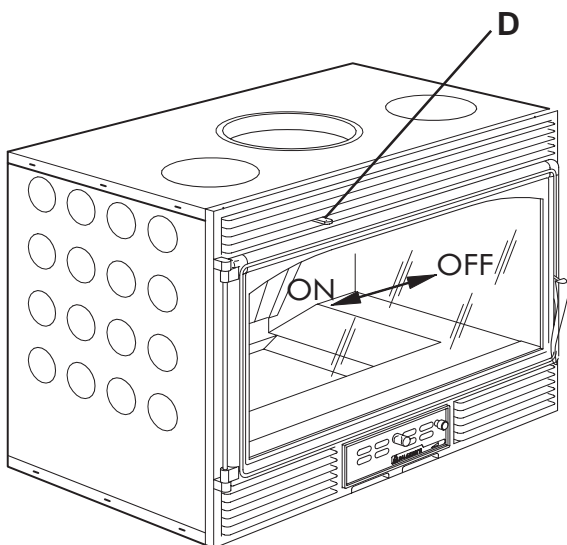

Fig. 8.2
Le levier (D) Fig. 8.2 permet de régler le flux d'air atteignant la surface vitrocéramique en favorisant une meilleure vue de la flamme.
La palanca (D) de la Fig. 8.2 tiene la finalidad de regular el flujo de aire que alcanza la superficie el vidrio cerámico, permitiendo así una mejor visión de la llama.